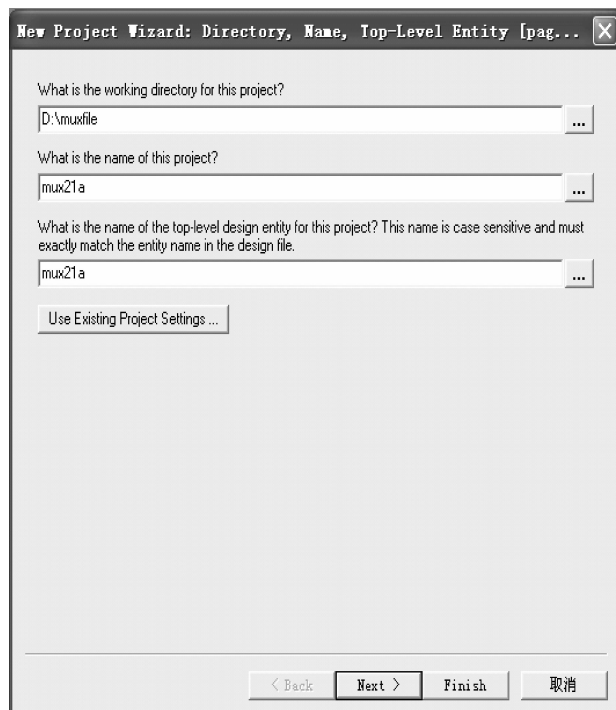
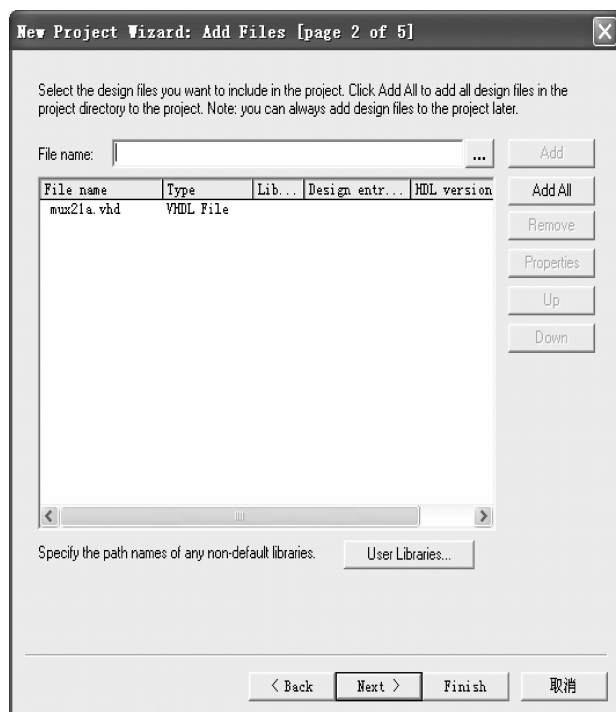
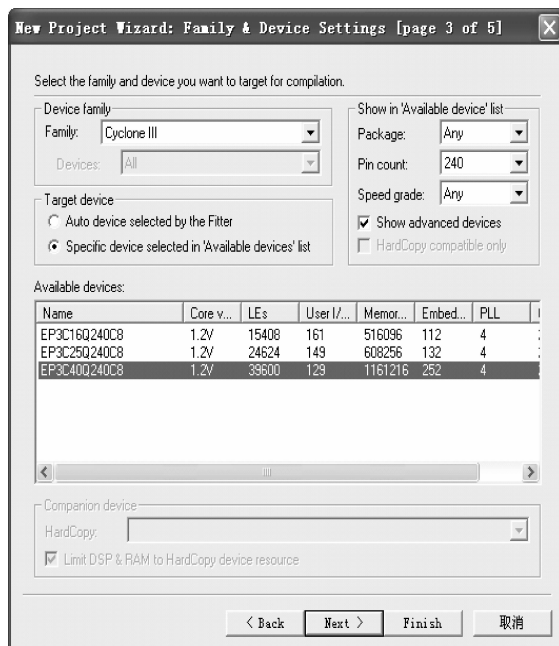

图 3-4 创建工程 mux21a
图 3-5 将相关文件加入工程
图 3-6 选择目标器件
(1) 建立新工程管理窗。选择主菜单 File→New Project Wizard,即弹出“工程设置”对话框,如图 3-4 所示。单击此对话框最上一栏右侧的按钮,找到文件夹 D:\muxfile,选中已存盘的文件 mux21a.vhd,再单击“打开”按钮,即出现如图 3-4 所示的设置情况。其中第一行表示工程所在的工作库文件夹;第二行表示此项工程的工程名,此工程名可以取任何其他的名,通常直接用实体名作为工程名;第三行是实体名。
(2) 将设计文件加入工程中。单击“工程设置”对话框(图 3-4)下方的 Next 按钮,在弹出如图 3-5 所示的“添加文件”对话框中,将与此工程相关的所有 VHDL 文件加入此工程中。工程的文件加入的方法有两种:第一种是单击右边的 Add All 按钮,将设定的工程目录中的所有 VHDL 文件加入到工程文件栏中;第二种方法是单击“浏览”按钮,从工程目录中选出相关的 VHDL 文件,单击 Add 按钮将文件加入到工程。
(3) 选择目标芯片。单击“添加文件”对话框(图 3-5)中的 Next 按钮,弹出如图 3-6 所示的“器件设置”对话框,首先在 Family 栏选择芯片系列,在此选择 Cyclone III 系列,在窗口右侧设置 Pin Count 为 240,这时列表中显示了 3 种具有 240 个引脚的芯片,这里选择 EP3C40Q240C8。此芯片即是 GW48-CP++ 实验台上的 FPGA 芯片。只有指定实验台上的目标芯片,后续才允许将电路下载到实验台的 FPGA 芯片中,不同的实验台或开发板上的 FPGA 芯片不同,需要根据实际情况选择目标芯片。
(4) 选择仿真器和综合器类型。单击如图 3-6 所示的对话框中的 Next 按钮,这时弹出“EDA 工具设置”对话框,在此对话框可以选择仿真器和综合器类型,如果都是选择默认的 None 项,表示都选择 Quartus II 中自带的仿真器和综合器,因此,在此都选择默认项“None”。